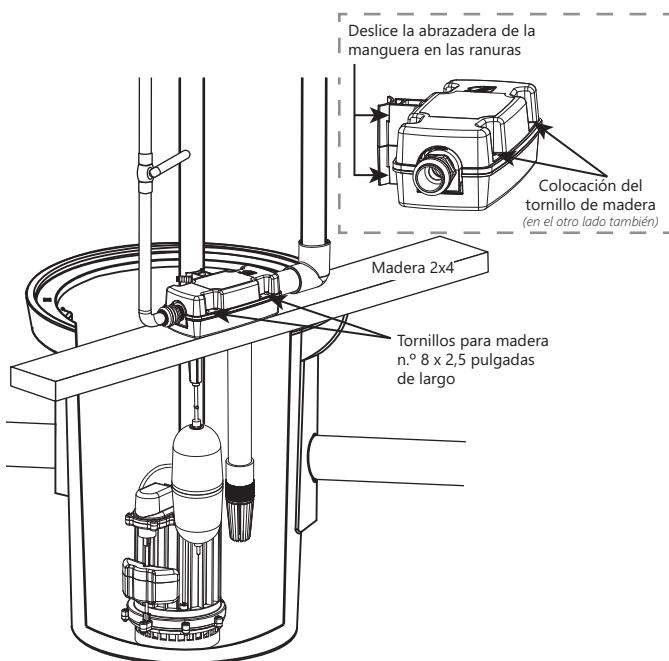

Figura 3. Instalación alternativa de SumpJet
10. Si el SumpJet no se puede montar en la tubería de descarga de la bomba de sumidero principal, se puede usar una pieza de madera para montar el SumpJet. Corte los agujeros según la Figura 4. Hay cuatro orificios para tornillos para sujetar el SumpJet a la madera. Use tornillos para madera n.º 8 x 2,5" de largo. Consulte la Figura 3.